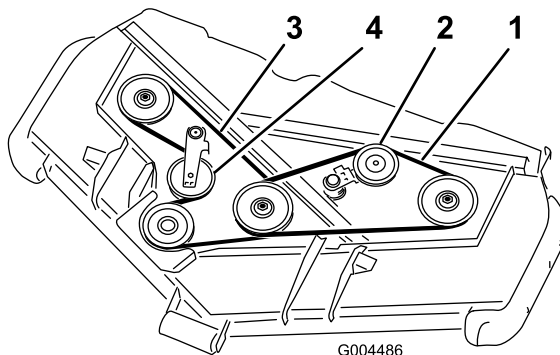

Figura 79
3. Utilizando uma alavanca ou ferramenta semelhante, afaste a polia intermédia da correia superior da correia da transmissão superior para libertar a tensão da correia e permitir que esta saia das polias (Figura 79).
4. Utilizando uma alavanca ou ferramenta semelhante, afaste a polia intermédia da correia inferior da correia da transmissão inferior para libertar a tensão da correia e permitir que esta saia das polias (Figura 79).
5. Coloque a nova correia à volta da polia da caixa de velocidades, polias do veio inferior e conjunto da polia intermédia, como se mostra na Figura 79.
6. Coloque a nova correia nas polias da barra superior e na estrutura da polia intermédia, como se mostra na Figura 79.